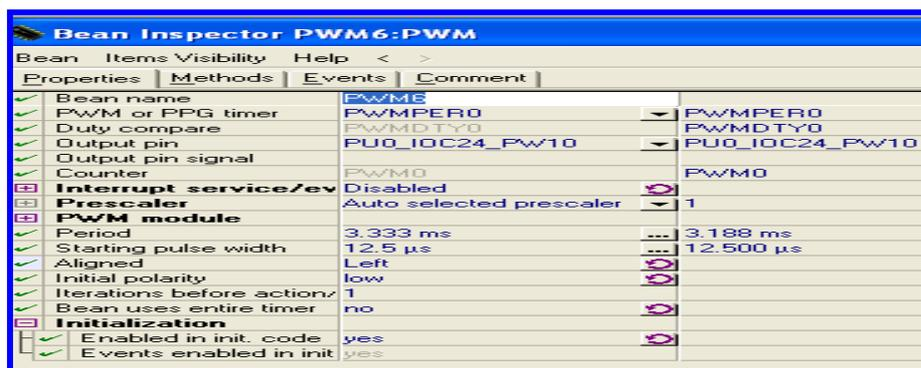

Figura 4.125 Configuración del PWM (control de servo robot).
6.- Realizar la configuración de los *PWM*. Esta configuración (Figura 4.125) se utilizará para los cuatro PWM que se dieron de alta.